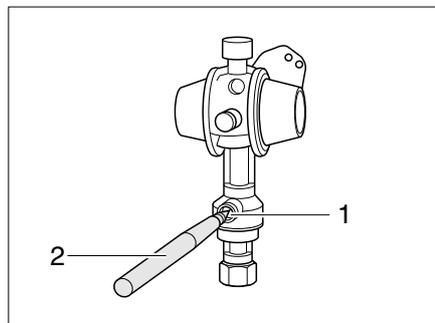

Bild 162 Crash-Sensor
- Mit einem Stift (Bild 162,2) den Entsicherungsknopf (Bild 162,1) mehrere Sekunden eindrücken.